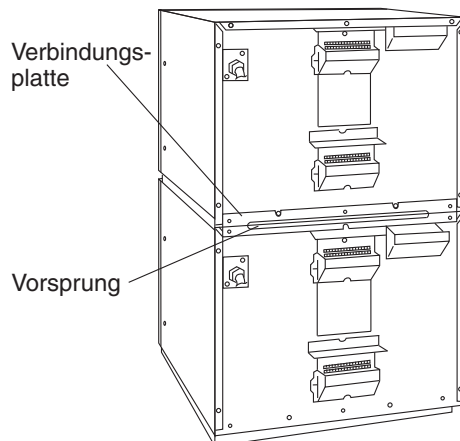

Abb. 2
4. Bringen Sie die Schrauben (a) und die Schraube (b) an und ziehen Sie sie fest. Siehe Abb. 2.